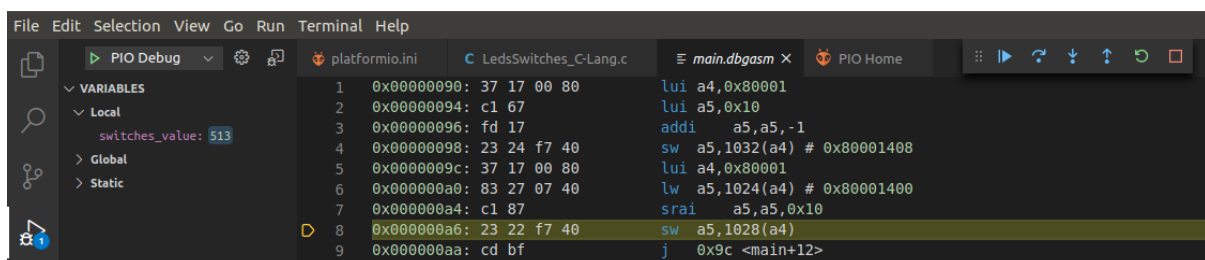

Figura 65. Programa en lenguaje ensamblador
7. El programa en ensamblador (Figura 65) primero lee el valor en los Interruptores con una instrucción de carga (`lw a5, 1024(a4)`) y luego lo escribe en los LEDs con una instrucción de almacenamiento (`sw a5, 1028(a4)`). Ejecútelo paso a paso, conmute los interruptores y verifique que los LEDs cambian para reflejar los nuevos valores de los interruptores.